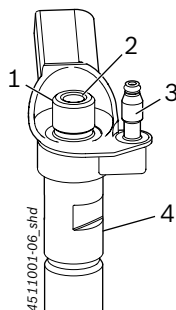

Fig. 7: CRI Piezo
ℹ Hos de flesta CRI Piezo är fasens längsta sida, och därmed den största väggjockleken, på returflödets sida (Fig. 7, pos. 3).